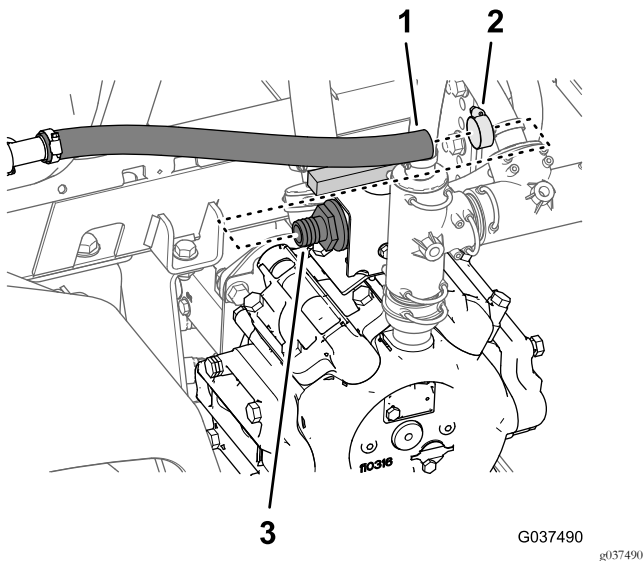

Bild 32
- Entfernen Sie an der Sprühpumpe die Schlauchklemme, mit der der Rührwerk-Zulaufschlauch am gezahnten Anschlussstück des Kugelventils befestigt ist (Bild 32).
- Nehmen Sie den Rührwerk-Zulaufschlauch vom gezahnten Anschlussstück ab (Bild 32).